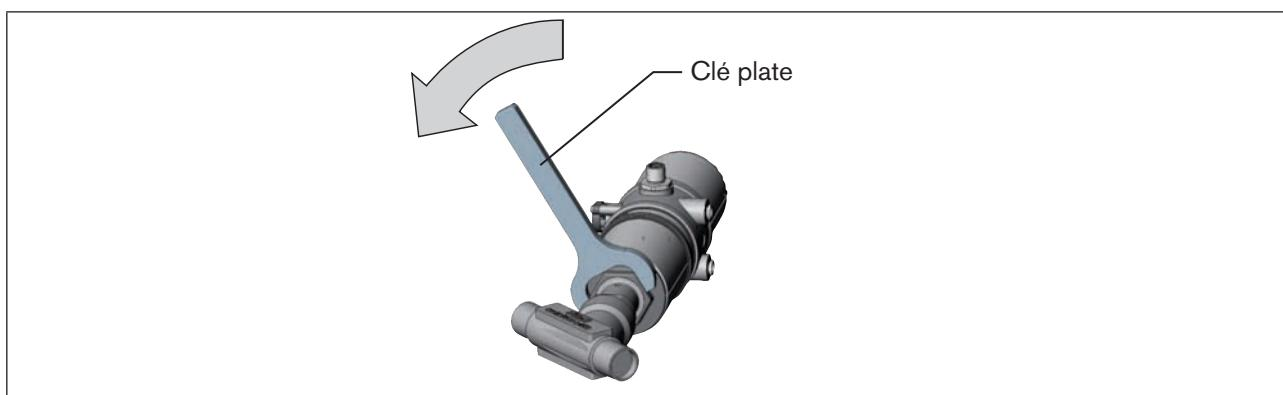

Figure 15 : Tourner avec une clé plate
- Tournez le module actionneur uniquement dans le sens contraire des aiguilles d'une montre (voir « Figure 15 »)